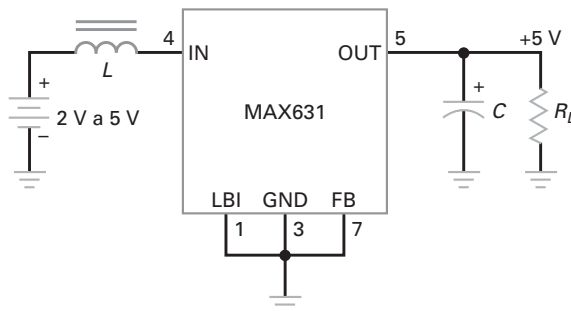

Figura 22-30 Regulador *boost* usando um MAX631.
Por exemplo, a Figura 22-30 mostra um MAX631 conectado como um regulador *boost* que produz uma tensão de saída fixa de +5 V com uma tensão de entrada de +2 V a +5 V. A tensão de entrada normalmente é fornecida por uma bateria porque uma das aplicações para esses CIs reguladores é em instrumentos portáteis. A folha de dados recomenda um indutor de 330 μH e um capacitor de 100 μF .
O MAX631 é um dispositivo de 8 pinos cujos pinos não usados são aterrados ou deixados desconectados. Na Figura 22-30, o pino 1 (LBI) pode ser usado para detectar bateria baixa. Quando aterrado, ele não tem efeito. Embora seja usado tipicamente como um regulador de saída fixa, podemos usar um divisor de tensão externo para prover uma tensão de realimentação no pino 7 (FB). Quando o pino 7 é aterrado como mostrado, a tensão de saída é ajustada para o valor de fábrica de +5 V.